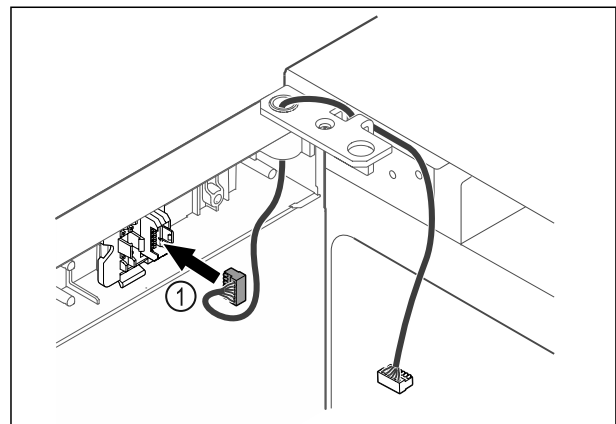

Fig. 46
- ▶ Stecker Fig. 46 (1) in Steckerhalterung einstecken.